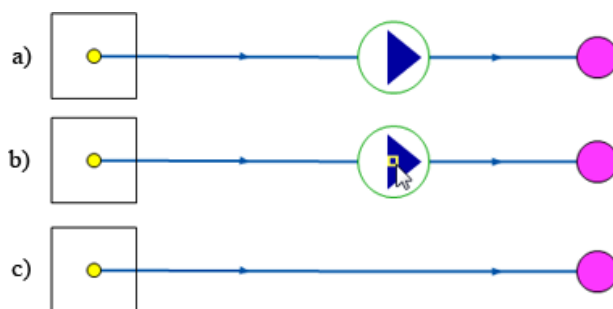

Рисунок 6.13. Удаление объекта с нанесенной сети
Если на сети установлен объект, который связан только с двумя участками (Рисунок 6.13, «Удаление объекта с нанесенной сети»), то его можно удалить, таким образом, что два связанных с ним участка объединятся в один, а на месте удаленного узла будет точка перелома объединенного участка.
2. Отметить удаляемый узел. Подвести курсор к узловому объекту и нажать левую клавишу мыши (смотрите Рисунок 6.13, «Удаление объекта с нанесенной сети» b).
3. Нажать кнопку  на панели инструментов либо щёлкнуть правой кнопкой мыши и выбрать Исключить символичный объект. (смотрите Рисунок 6.13, «Удаление объекта с нанесенной сети»с).